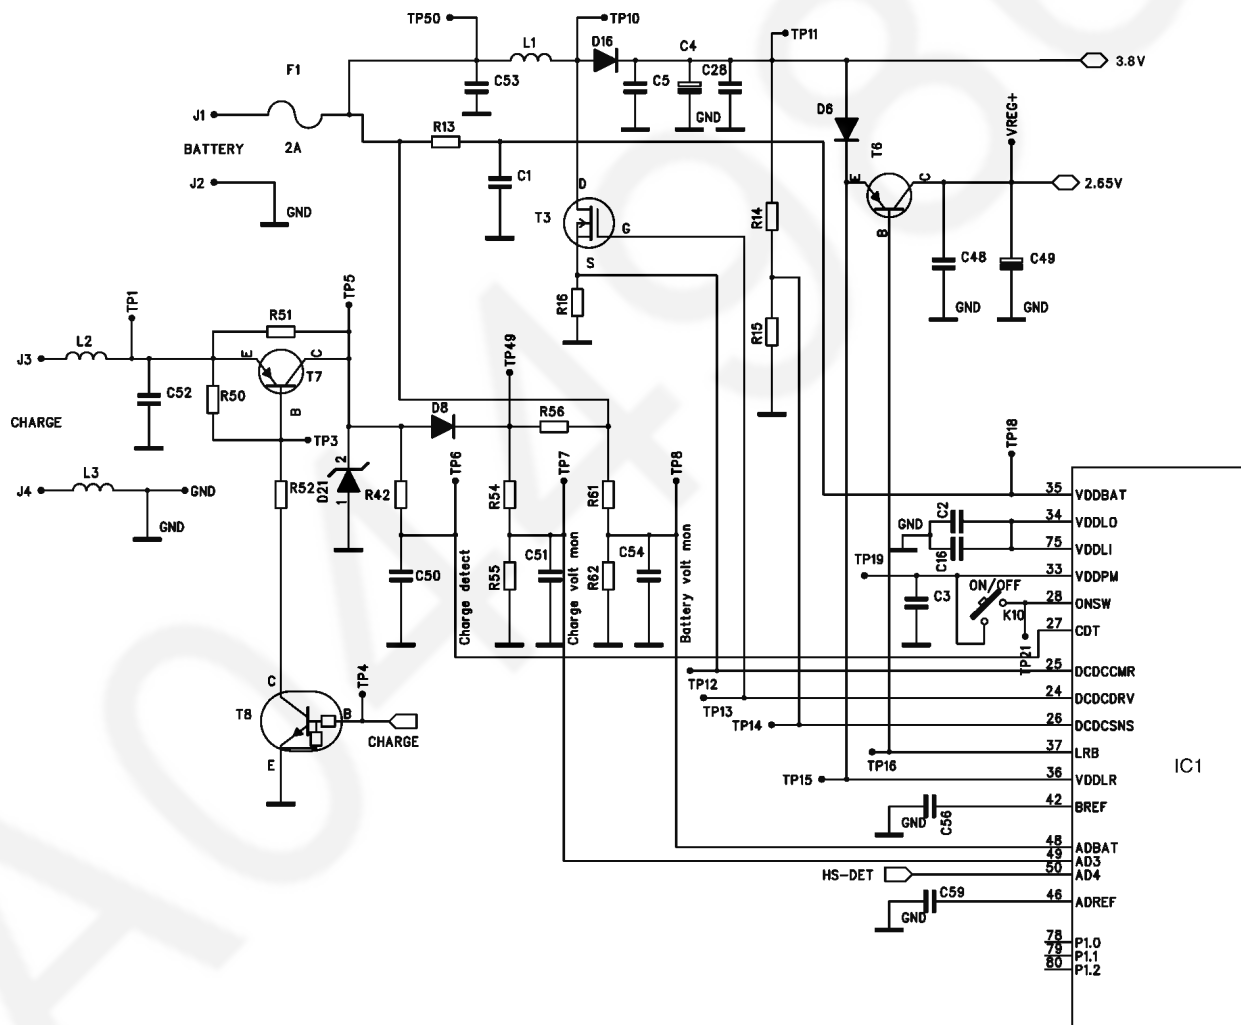

Fig. 27
7.1.11. BATTERY SUPPLY (SEE Fig. 27)
7.1.12. 2.65V REGULATOR (SEE Fig. 27)
7.1.13. BATTERY CHARGING CIRCUIT (SEE Fig. 27)